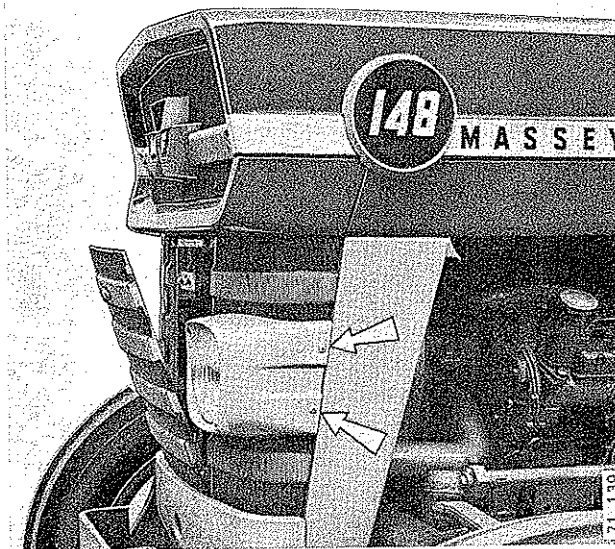

Fig. 13
- La grille avant de calandre est amovible ; elle permet de changer les ampoules de phares et de nettoyer les ailettes de radiateur (fig. 13).